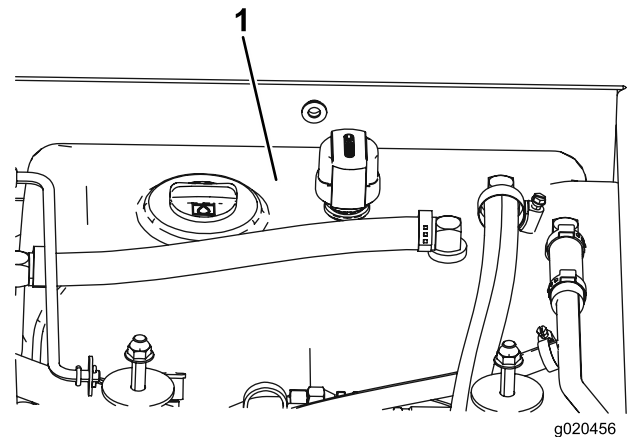

Figura 73
4. Riempite il serbatoio (Figura 73) di fluido idraulico; fate riferimento a Controllo del fluido idraulico (pagina 55).